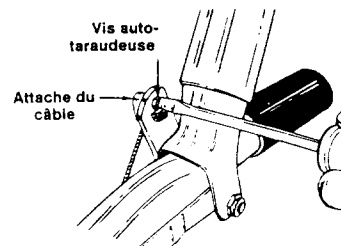

FIGURE 6
4. Tirez le câble vers le haut pour donner du mou, relevez la poignée de l'embrayage et enfoncez l'attache du câble dans la poignée de l'embrayage. Maintenez en place avec une vis autotaraudeuse. Voir la figure 6.